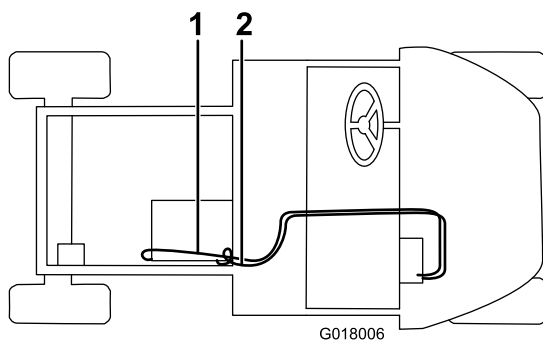

Figura 28
5. Ligue o tubo comprido à válvula do aquecedor com uma braçadeira de tubos e encaminhe-o através do furo na base do banco, do furo na estrutura da caixa e para a união reta com uma braçadeira de tubos (Figura 28). Corte o tubo em excesso para se ajustar.
6. Ligue o tubo mais curto ao enchimento em T branco com uma braçadeira de tubos, encaminhe-o através do grampo em R no porta-luvas, através do furo na base do banco e ligue-o à união em T no tubo inferior do radiador com uma braçadeira de tubos (Figura 28). Corte o tubo em excesso para se ajustar.